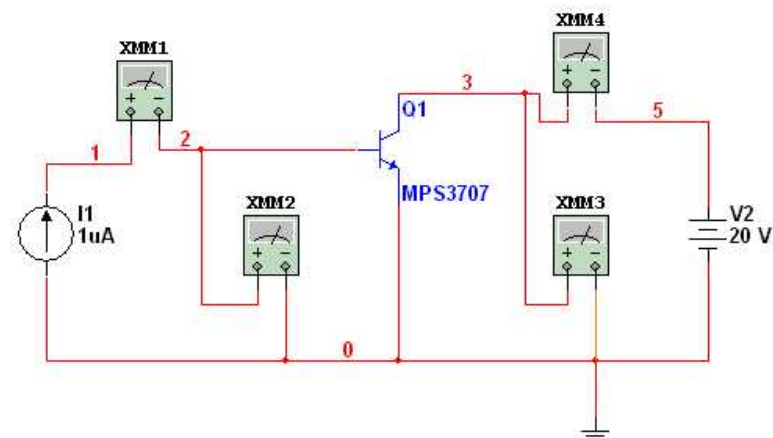

Рис. 30. Схема для снятия характеристик биполярного транзистора
1. Собрать схему исследования биполярного транзистора, изображенную на рис.30.